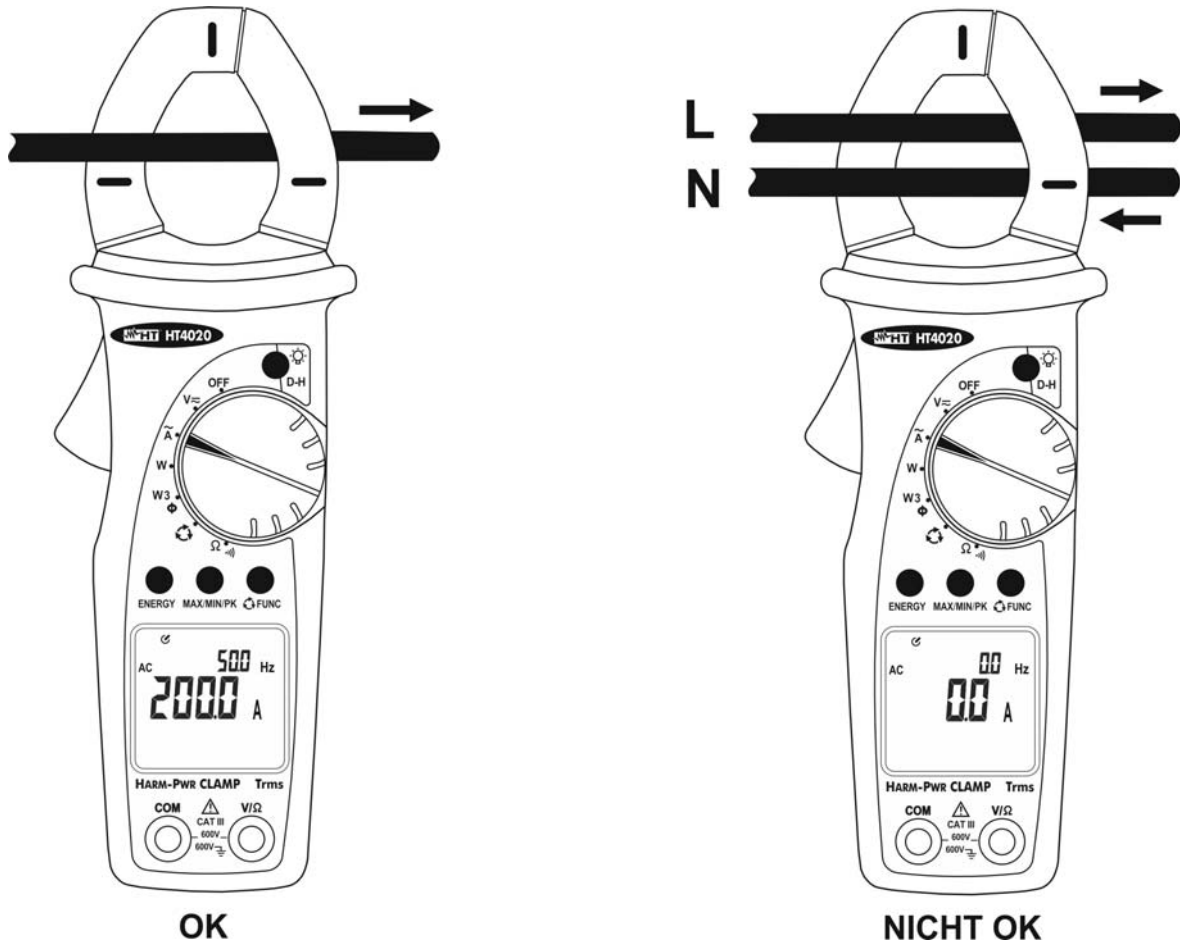

Abb. 8: AC Strommessung
2. Öffnen Sie die Zangenbacken und umschließen Sie damit einen einzelnen Leiter. Achten Sie dabei auf die Ausrichtungsmarkierungen auf den Zangenbacken. (siehe § 4.1.2 und Abb. 8). Der gemessene Strom und Frequenzwert werden im Haupt- sowie im Sekundärdisplay angezeigt.